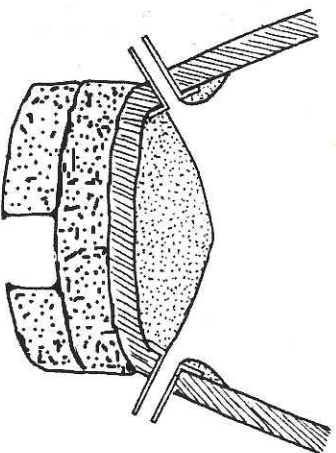

Figure 16. Dessin montrant le placement des vannes de vidange à la base du grenier
- **Placer les vannes de vidange :** Les vannes sont placées à la base du grenier au milieu de chaque compartiment, lors de la construction de la coupole inférieure du grenier (Figure 16).